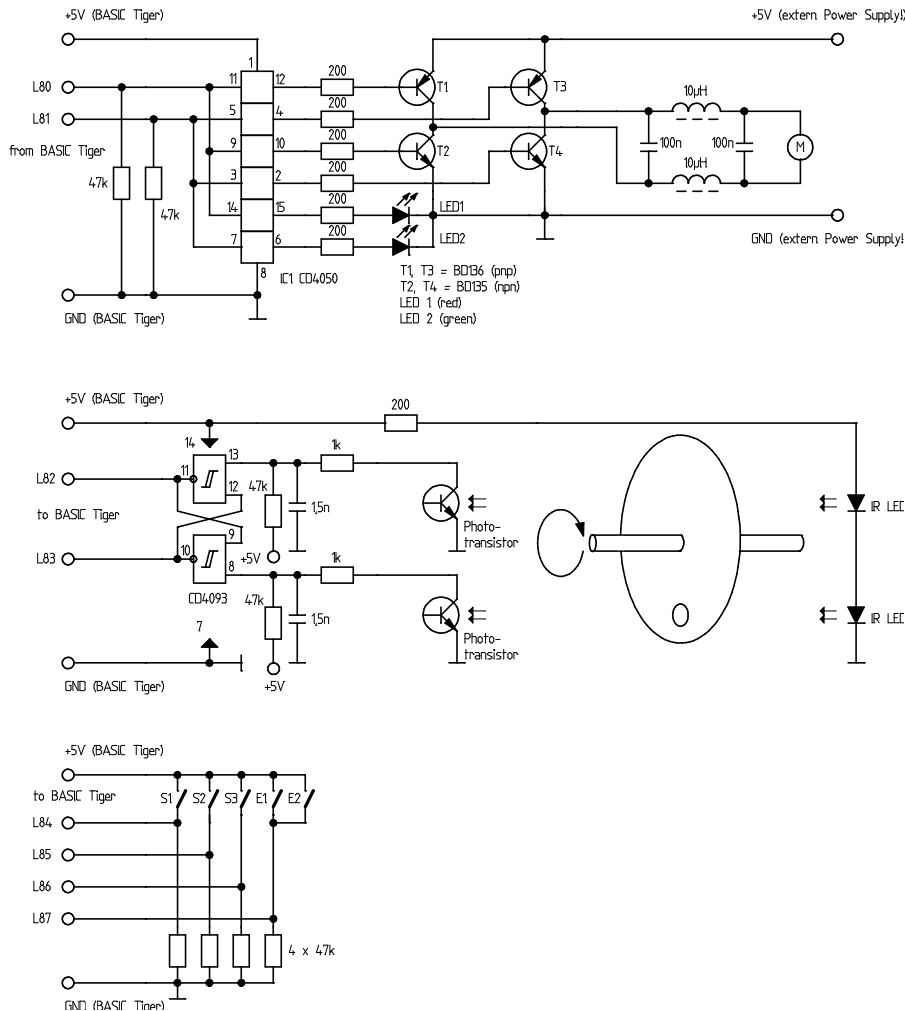

Bild 3 Die komplette Motoransteuerung
Die komplette Schaltung des Interfaces zeigt Bild 3. Dieses besteht aus 3 Teilen, der Motorbrücke (oben), der Lichtschrankenschaltung (mitte) und der Tastatur (unten). Für erste Experimente mit den Programmen MOTOR01.TIG...MOTOR04.TIG genügen der obere Teil, die eigentliche Motorbrücke und die Tastatur.
Dazu wäre es wichtig, eine Positionsmeldung einzubauen. Wenn man beispielsweise die Umdrehungen der relativ langsamen Spindel zählen könnte, wüßte der Rechner sofort, wo sich der "Fahrstuhl" befindet. Genau das wollen wir jetzt ausprobieren. Mit dem mittleren Teil der Schaltung nach Bild 3 bekommen wir bei jeder Umdrehung einen Impuls, den der BASIC-Tiger auswerten kann.
- Wir bauen einen zusätzlichen Endschalter ein, im Bild 3 sind zwei Endschalter (E1 und E2) vorgesehen, die mit L87 ausgewertet werden können. Die Software wird dann so umgestellt, daß der Antrieb beim Einschalten solange in die Richtung des Endschalters fährt, bis dieser betätigt wird, das Signal wird mit dem BASIC-Tiger-Eingang L87 ausgewertet. Der BASIC-Tiger stellt den Positionszähler auf "0" und initialisiert damit das System. Diese Lösung ist eleganter, entscheiden Sie selbst...